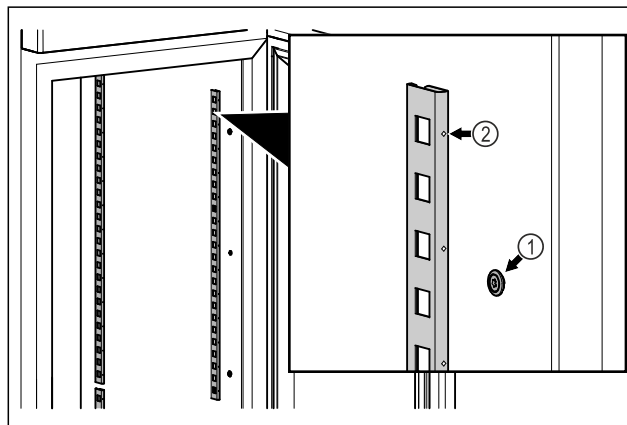

Fig. 83 Primjer izgleda
- ▶ Zakvačite letvice u ovjes Fig. 83 (1). Oznaka Fig. 83 (2) mora biti okrenuta prema naprijed.